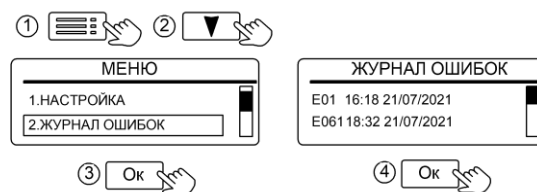

Рисунок 27. Просмотр журнала ошибок
**11.3 Вкладка «ИНФОРМАЦИЯ»** (рис. 27) содержит четыре подменю: